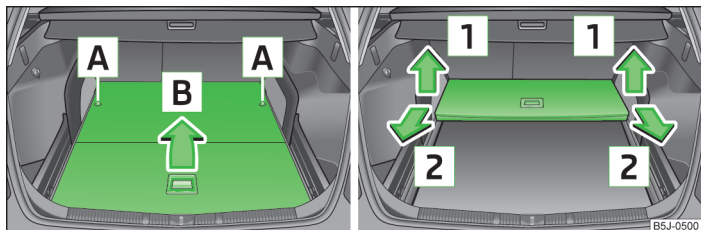

Fig. 51 Rabattre / extraire le plancher de chargement variable
- Déverrouillez le plancher de chargement variable en faisant tourner les axes de fixation **A** de 180° env. vers la gauche » fig. 51.
- Soulevez le plancher de chargement variable dans le sens de la flèche **1** » fig. 51 et faites-le sortir en le tirant dans le sens de la flèche **2**.